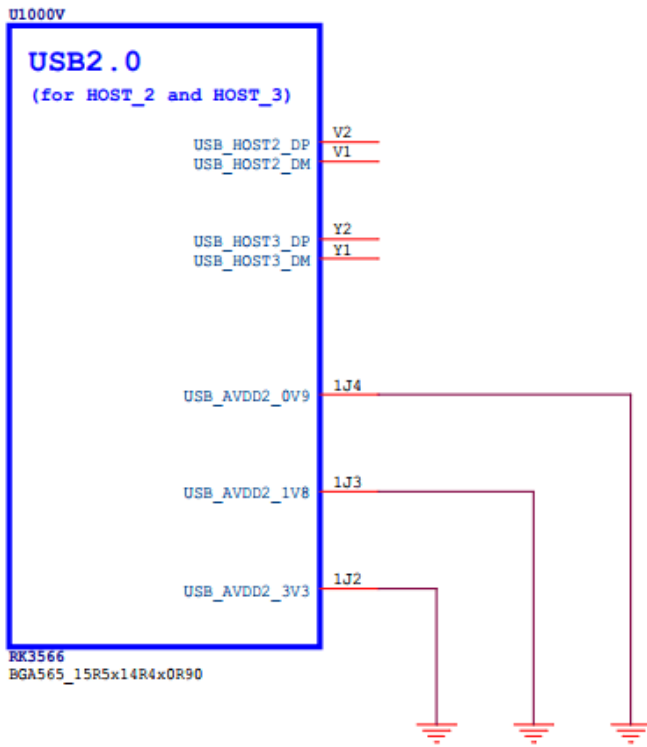

图 2-4 USB 2.0 Comb PHY_1 (for Host_2 and Host_3) 断开供电电路
- 如下图 2-4 的硬件电路所示，将 Comb PHY_1 的三路供电接地。